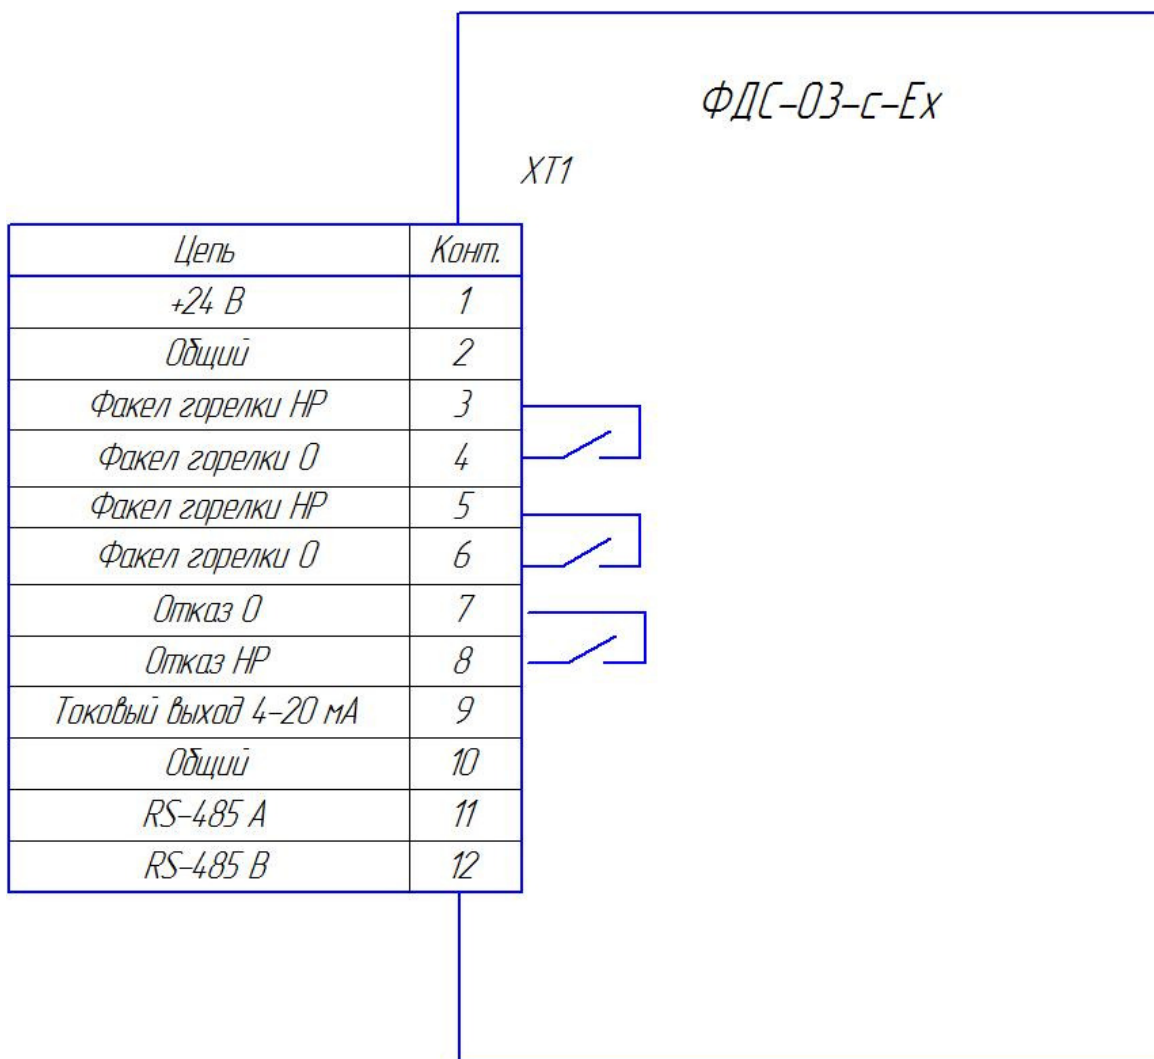

Рис.4 Схема подключения внешних цепей ФДС-03-с-Ех.
Схема подключения внешних цепей представлена на рис.4.
8.1.3. Подключение фотодатчика производится в соответствии со схемой подключения внешних цепей Рис.2. и Рис.4.